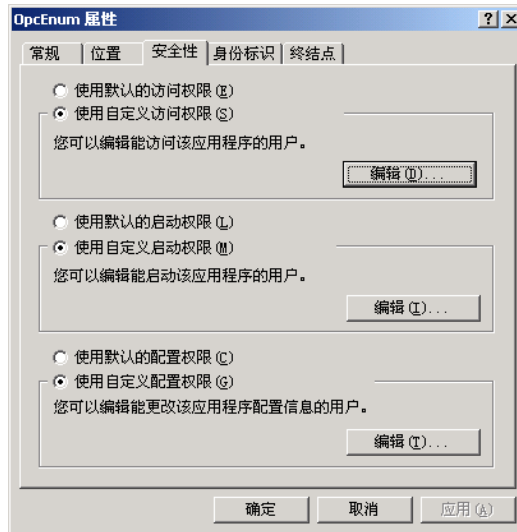

图20.21 设置opcEnum 属性
- 在“应用程序”属性页的列表中选中“opcEnum”，单击“属性”按钮，弹出对话框，如下图 20.21 所示。